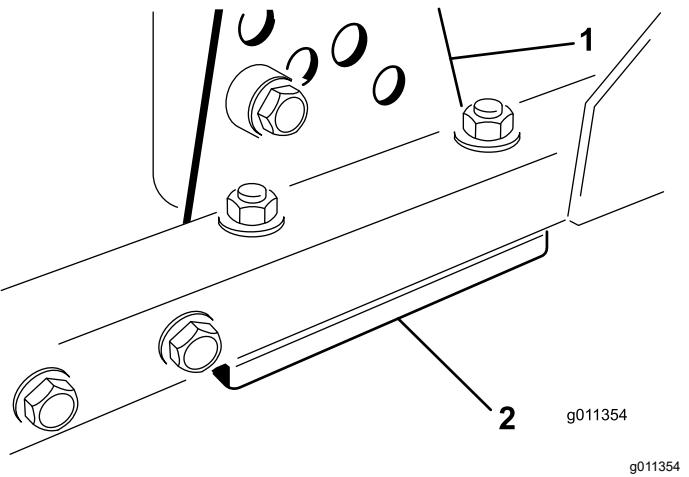

Figura 83
1. Retire o suporte da altura de corte (frente, esquerda ou direita) da estrutura da unidade de corte (Figura 83).
2. Ajuste os calços de 1,5 mm e/ou de 0,7 mm entre a estrutura da unidade de corte e o suporte para obter a definição de altura pretendida (Figura 83).